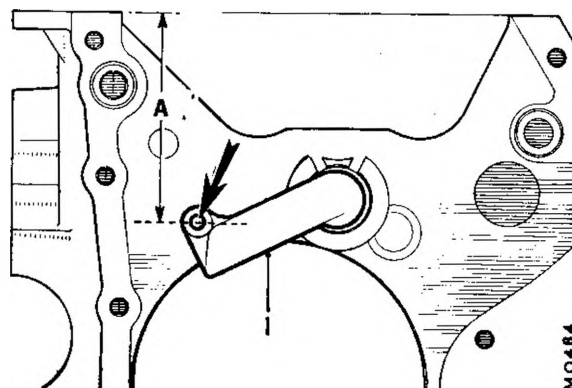

Fig. Fa. 66
3. Far riferimento alla figura Fa. 66. Misurare verso il basso sull' esterno della scatola a partire dalla faccia di giunzione 91,3 mm. e tracciare da questo punto una linea orizzontale lungo la scatola, come indicato. Porre il contenitore capovolto all' esterno della scatola con il bicchiere disposto in relazione al foro del cuscinetto dello ingranaggio intermedio e con la pipa di arresto sita centralmente sulla traccia orizzontale di cui sopra. Punzonare la suddetta posizione, togliere il contenitore e praticare un foro nella scatola, servendosi di punta da 7,14 mm. Collocare un pezzetto di Plasticine nella scatola in prossimità del foro previsto allo scopo di raccogliere schegge e trucioli.